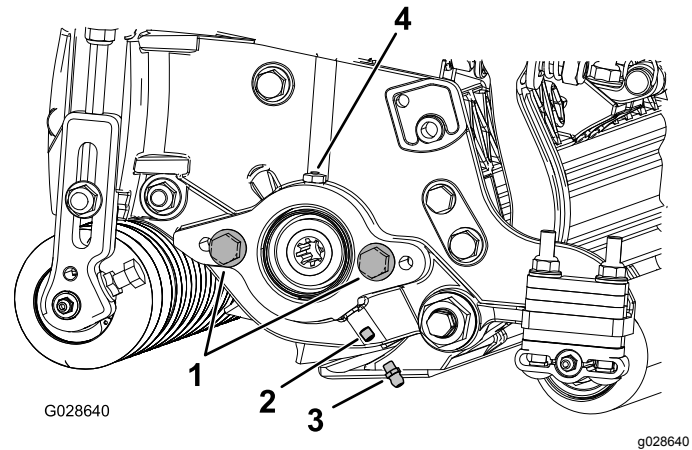

图4
2. 安装直通黄油嘴 图4。
1. 拆下并丢弃滚刀马达侧板上的固定螺丝 图4。
2. 如果滚刀马达侧板上没有平头螺丝请安装 图4。
5. 润滑侧板直至多余的润滑脂流出润滑孔 图4。